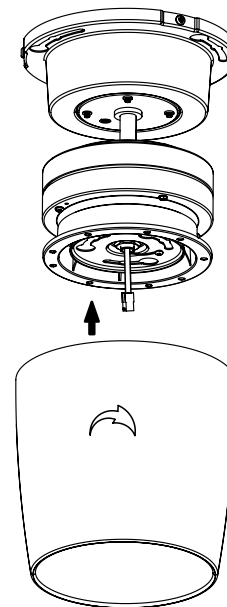

Figura 12a
**Paso 1.** Coloque la carcasa del motor encima de la tapa de la placa de montaje, coloque tres etiquetas colgantes con tornillos en la carcasa del motor en los orificios de la tapa de la placa de montaje. (Figura 12a)